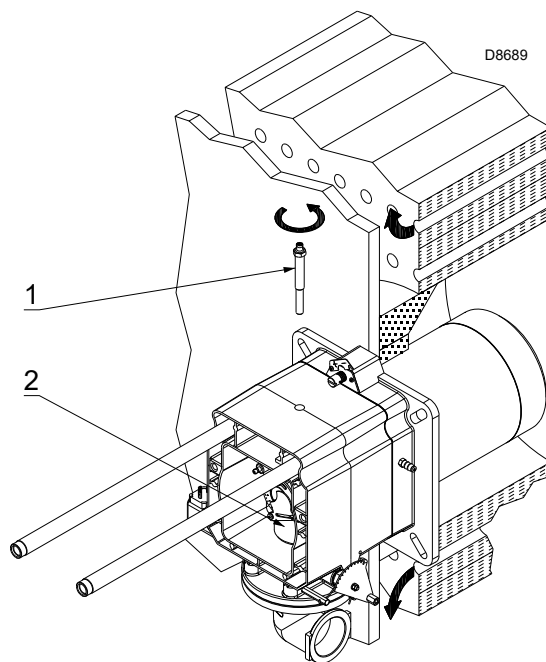

Рис. 12
Для доступа к внутренней части головки горения (Рис. 12) выполните следующее:
- снять винт 1)(Рис. 12);
- вынуть внутреннюю часть 2)(Рис. 12) головки и выполнить их настройку.
В этой фазе монтажа головка горения фиксируется к котлу как показано на Рис. 12.